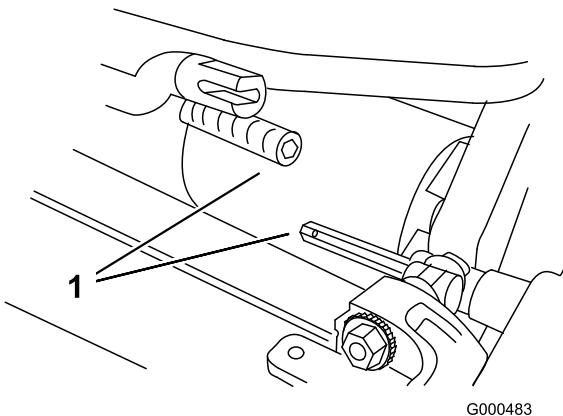

図 5
3. カッティングユニットをトラクションユニットの下に押し込み、次に左に押してトランスマッショングカップリングに接続する（図 5）。